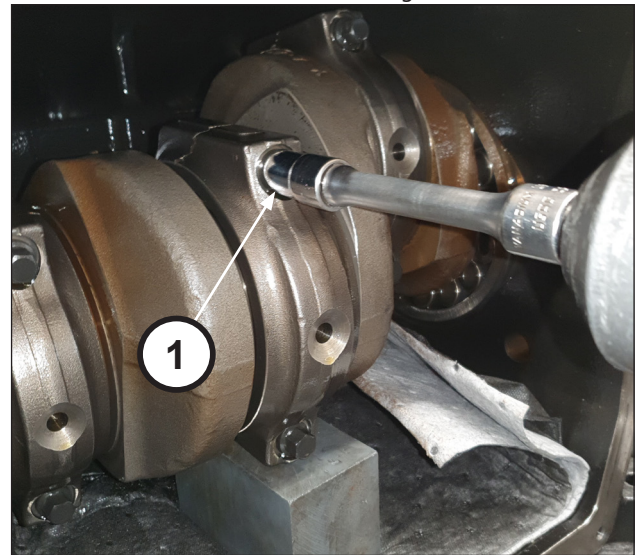

Abb. 29
Lösen Sie die Schrauben der Pleuelstange (Pos. ①, Abb. 29).